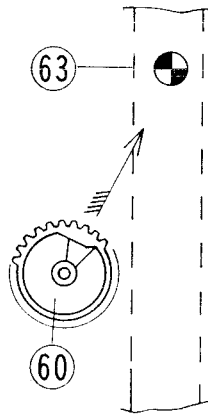

Figure 14
When Cam (60) is replaced, make sure that the depressed part on the cam should be mounted facing with the tonearm (Fig. 14).
カム (60) をシャフトに取り付ける際に、カムのくぼみの部分がトーンアームの方向を向くように注意する。(図14)